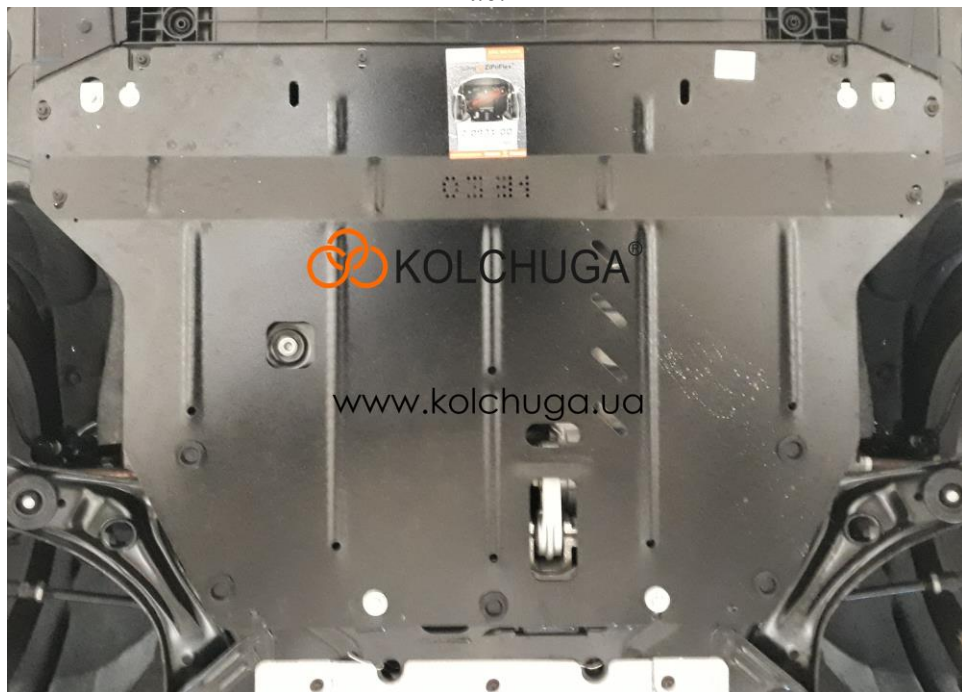

Рис.2
5. Установить панель 1 пазами под болты 3, поз. 2 и к кронштейнам 2 болтами 3, рис. 2.